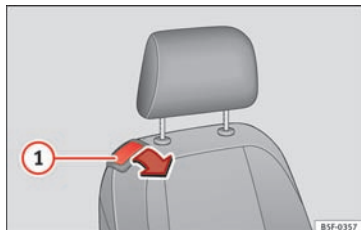

Fig. 147 Passagersæde: greb til fremklapning af ryglæn
- Træk i grebet ① » Fig. 147, og klap ryglænet frem, så det er i vandret position.